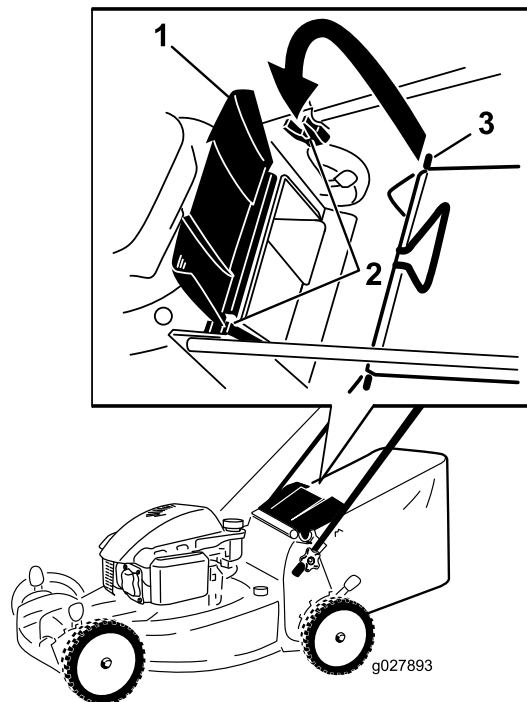

Figura 22
- Levante y sujete el deflector trasero (Figura 22).
2. Instale la bolsa de recortes, asegurándose de que los pasadores de la bolsa descansan en las muescas de los soportes del manillar (Figura 22).